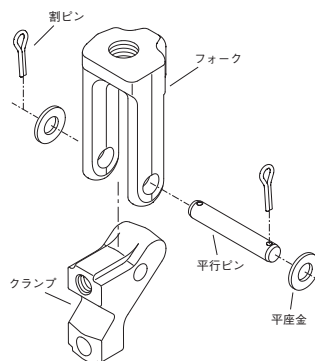

図 4-4
- (1) ダイヤフラムケース(上)のボルト、ナットを均等に緩め、ダイヤフラムケース(上)を取り外します。最後にアイボルト2本を取り外します。
- (2) 回り止めロックナットを緩めアクチュエータ先端ねじ部に組み付けられたフォークを外します。
- (3) ダイヤフラムを丁寧に上に引き出します。
- (4) 次にダイヤフラムプレートの外周部を保持しながらダイヤフラム上部の緩み止めナットを外します。
- (5) フォークとクランプを分解する場合は平座金を取り外して図4-4のように分解してください。